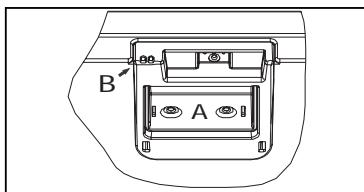

Abbildung 6.
7.2. Innenbeleuchtung (Abb. 6.)
2. Setzen Sie anschließend das Türsignal zurück, indem Sie die Fernbedienung auf den Türsensor richten (Abb. 6 B) und die Taste drücken .